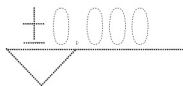

图 3.103 选择制作“标高”块的对象
(3) 选择如图 3.103 所示的标高图形和属性作为需要定义为块的对象。